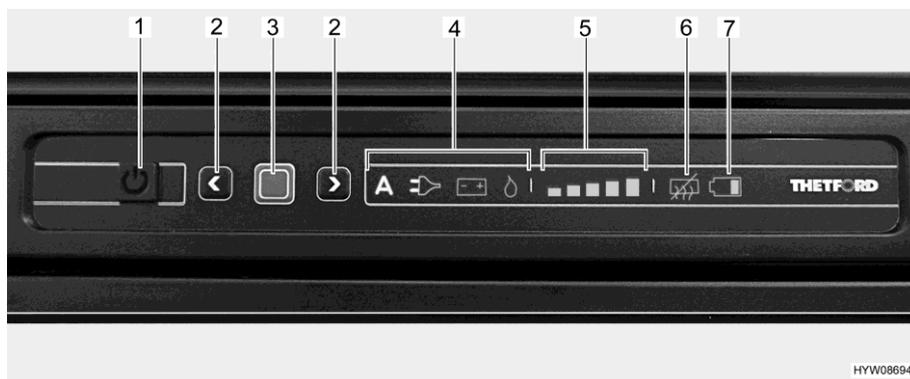

Fig. 249 Cuadro de mando de LED (frigorífico Thetford)
- Presionar la tecla On/Off (Fig. 249,1) por 1 segundo. La tecla se ilumina de color verde. Después de aprox. 10 segundos, la visualización se atenuará automáticamente por razones de ahorro de energía.
- Pulsar la tecla de confirmación (Fig. 249,3). Se visualizará el modo de funcionamiento seleccionado más recientemente.
- Pulsar la tecla de confirmación (Fig. 249,3) por aprox. 2 segundos. Los símbolos de modo de funcionamiento parpadean.
- Selección manual de energía: seleccionar la fuente de energía deseada usando las teclas de flecha (Fig. 249,2).
- Selección automática de energía (sólo en la versión con selección automática de energía): seleccionar el modo de funcionamiento "A" usando las teclas de flecha (Fig. 249,2).
- Confirmar la selección con la tecla de confirmación (Fig. 249,3).
- Pulsar de nuevo la tecla de confirmación (Fig. 249,3). El indicador de nivel de refrigeración (Fig. 249,5) parpadea.
- Para cambiar el ajuste, pulsar las teclas de flecha (Fig. 249,2) hasta que se visualice el ajuste deseado.
- Pulsar la tecla On/Off (Fig. 249,1) por aprox. 2 segundos. Todas las lámparas se apagan. El frigorífico está desconectado.
Una vez conectado, el frigorífico automáticamente seleccionará el ajuste del termostato seleccionado más recientemente. Este reajuste puede modificarse manualmente con las teclas de flecha (Fig. 249,2). Pasan algunas horas hasta que el frigorífico alcanza la temperatura de servicio normal. Al cambiar a otro modo de funcionamiento, se conservará el ajuste del termostato.